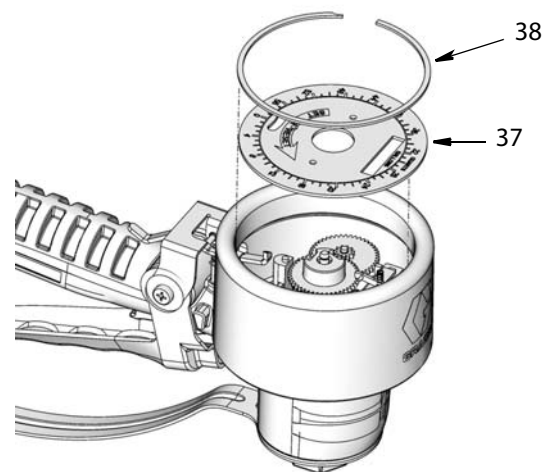

Рис. 28
- Извлеките большое стопорное кольцо (38), а затем лицевую панель (37) (Рис. 28).